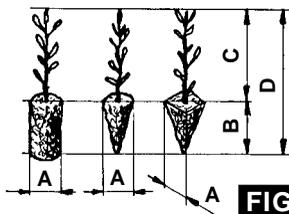

FIG. 7
- cónicos o cilíndricos hasta 6 cm de diámetro (fig. 7);